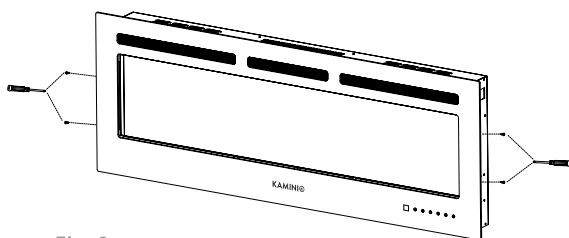

Fig. 8
2. Placez l'appareil, face avant vers le haut, sur une surface douce et plane. Retirez les vis situées de part et d'autre de la vitre avant (voir figure 8). Conservez les vis pour réinstaller le panneau en verre.